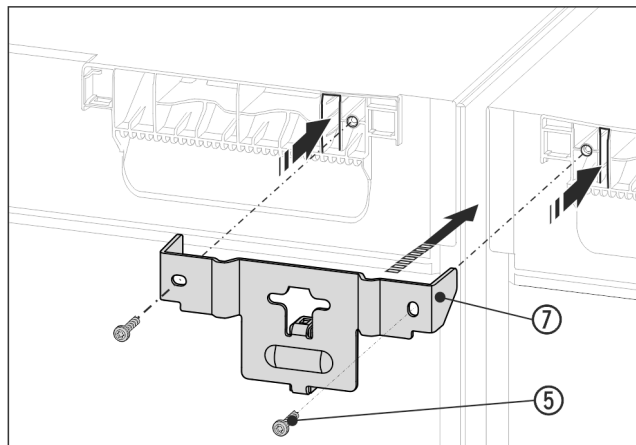

Fig. 15 Reprezentare exemplificativă
- ▶ Împingeți vinclul Fig. 15 (7) cu piesa de distanțare între aparate și împingeți-l cu lamelele în planșeul aparatului. Strângeți ferm cu 2 șuruburi Fig. 15 (5).